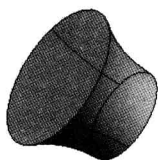
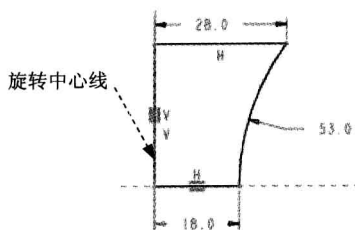

图 1.2 旋转 1
图 1.3 截面草绘
- (1) 选择下拉菜单 **文件** → **新建(N)** 命令，系统弹出文件“新建”对话框。
- (2) 在此对话框的 **类型** 选项组中选中 ☒ **零件** 单选项。
- (3) 在 **名称** 文本框中输入文件名 INSTANCE_AIR_PIPE。
- (4) 取消 ☒ **使用默认模板** 复选框中的“√”号，单击该对话框中的 **确定** 按钮。
- (5) 在系统弹出的“新文件选项”对话框的 **模板** 选项组中，选择 mmns_part_solid 模板，单击该对话框中的 **确定** 按钮。
Step2. 创建图 1.2 所示的旋转特征 1。
- (1) 选择命令。单击 **模型** 功能选项卡 **形状** 区域中的“旋转”按钮 .
- (2) 绘制截面草绘。在图形区右击，从系统弹出的快捷菜单中选择 **定义内部草绘...** 命令；选取 FRONT 基准平面为草绘平面，TOP 基准平面为参考平面，方向为 **顶**；单击 **草绘** 按钮，绘制图 1.3 所示的截面草绘（包括中心线）。单击 **草绘** 功能选项卡 **关闭** 区域中的“确定”按钮 ，退出草绘环境。
- (3) 定义旋转属性。在操控板中选择旋转类型为 ，在角度文本框中输入角度值 360.0，并按回车键。
- (4) 在操控板中单击“完成”按钮 ，完成旋转特征 1 的创作。